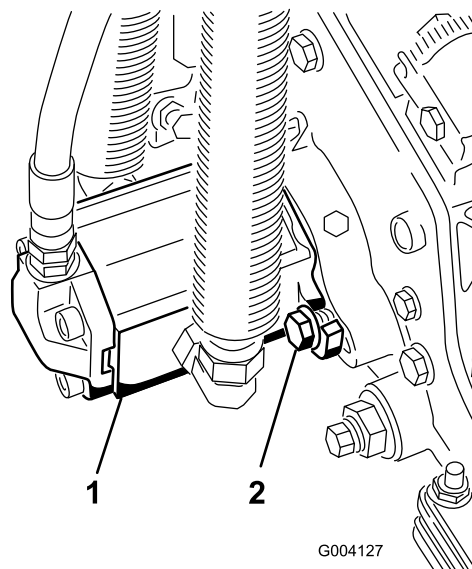

**Figura 17**
13. Fissate la catena del braccio di sollevamento alla staffa della catena, usando il perno di ritenuta (Figura 17). Utilizzate il numero di maglie della catena riportato nel *Manuale dell'operatore* degli elementi di taglio.